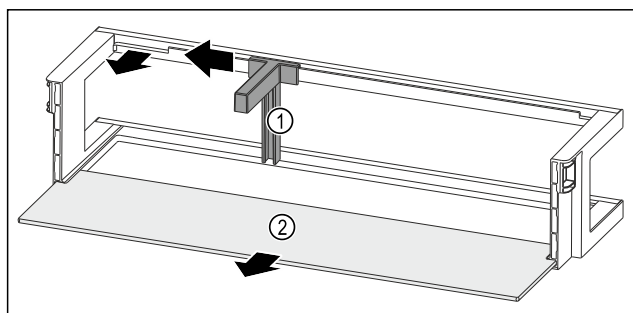

Fig. 193 Balconnet de contre-porte avec range-bouteilles et tablette de rangement
- Pousser le range-bouteilles Fig. 193 (1) sur le côté jusqu'à l'évidement.
- Retirer le range-bouteilles Fig. 193 (1).
- Retirer la tablette de rangement Fig. 193 (2).